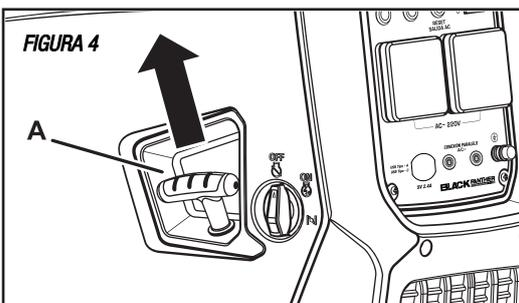

FIGURA 4
4- Tire lentamente del trinquete de arranque (A) hasta sentir resistencia, luego tire de ella energéticamente. (Figura 4).